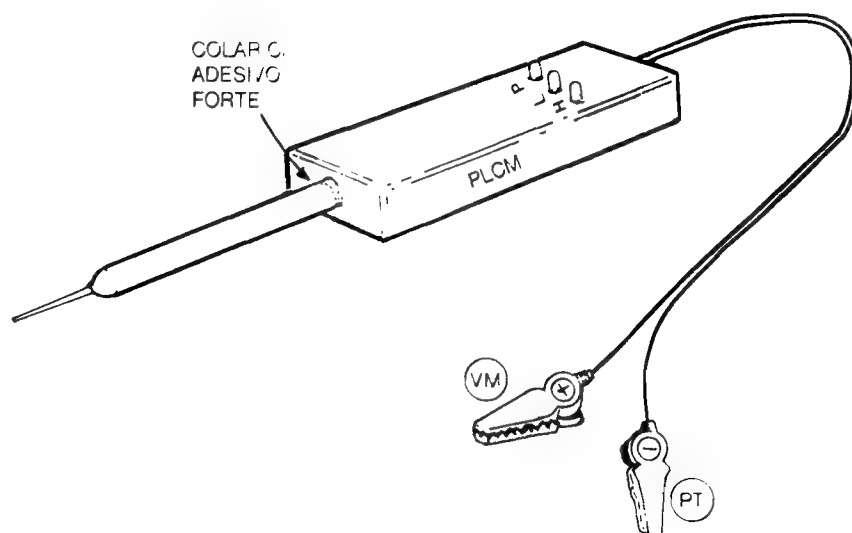

Fig.6
- FIG. 6 - O ACABAMENTO DA PLCM... - Uma caixinha em formato alongado, estreita, constitui o **container** ideal para o circuito, principalmente devido às especiais condições em que se deve ser manuseado, quase como se a própria caixa fosse um prolongamento da ponta de teste... O "jeitão" sugerido na figura torna-se extremamente confortável, ergonômico e também seguro durante a utilização, além de manter o pequeno **display** de três LEDs em posição facilmente visível ao operador, seja ele destro ou canhoto... Observar que o corpo plástico (isolamento) da ponta de prova deve ser rigidamente colado ao centro de uma das faces menores da caixinha, ficando o furo de passagem do cabo paralelo polarizado (de alimentação), exatamente na face oposta do **container** (aquela mais próxima dos três LEDs indicadores...). Não esquecer da marcação identificatória dos LEDs, condição importante para o correto diagnóstico das indicações feitas pela PLCM... Essa identificação deve ser referenciada pelas marcações vistas no "esquema" (FIG. 1) e no "chapeado" (FIG. 4). Seu significado, para quem ainda não "percebeu", é: H = **high** (ou "alto", ou "1"), L = **low** (ou "baixo", ou "0") e P = **pulse** ("pulso").